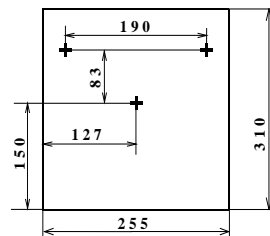

Рисунок 2
2.2.2 Закрепить РИП на стене в удобном месте. Габаритно-установочные размеры указаны на Рис. 2.